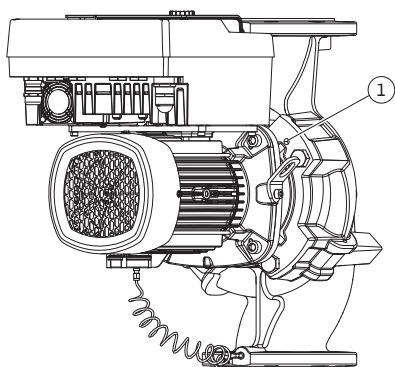

Fig. 11: Apăsarea ansamblului motor cu rotor hidraulic prin găurile filetate (în funcție de tipul pompei)
5. Slăbiți ansamblul motor cu rotor hidraulic (vezi Fig. 4) de pe carcasa pompei. În funcție de tipul pompei (vezi Fig. I ... III), există diferite proceduri. Slăbiți șuruburile Poz. 29 la tipul pompei respective Fig. I. Scoateți ansamblul motor cu rotor hidraulic de pe carcasa pompei. La tipul pompei Fig. II și Fig. III utilizați cele două găuri filetate (Fig. 11, poz. 1). Folosiți șuruburi adecvate puse la dispoziție de client (de ex. M10 x 25 mm).
5. Împingeți ansamblul motor cu rotor hidraulic (a se vedea Fig. 4) din carcasa pompei. Utilizați pentru aceasta cele două găuri filetate (a se vedea Fig. 11). Pentru a slăbi fixarea, înșurubați șuruburile M10 de lungime adecvată în găurile filetate.